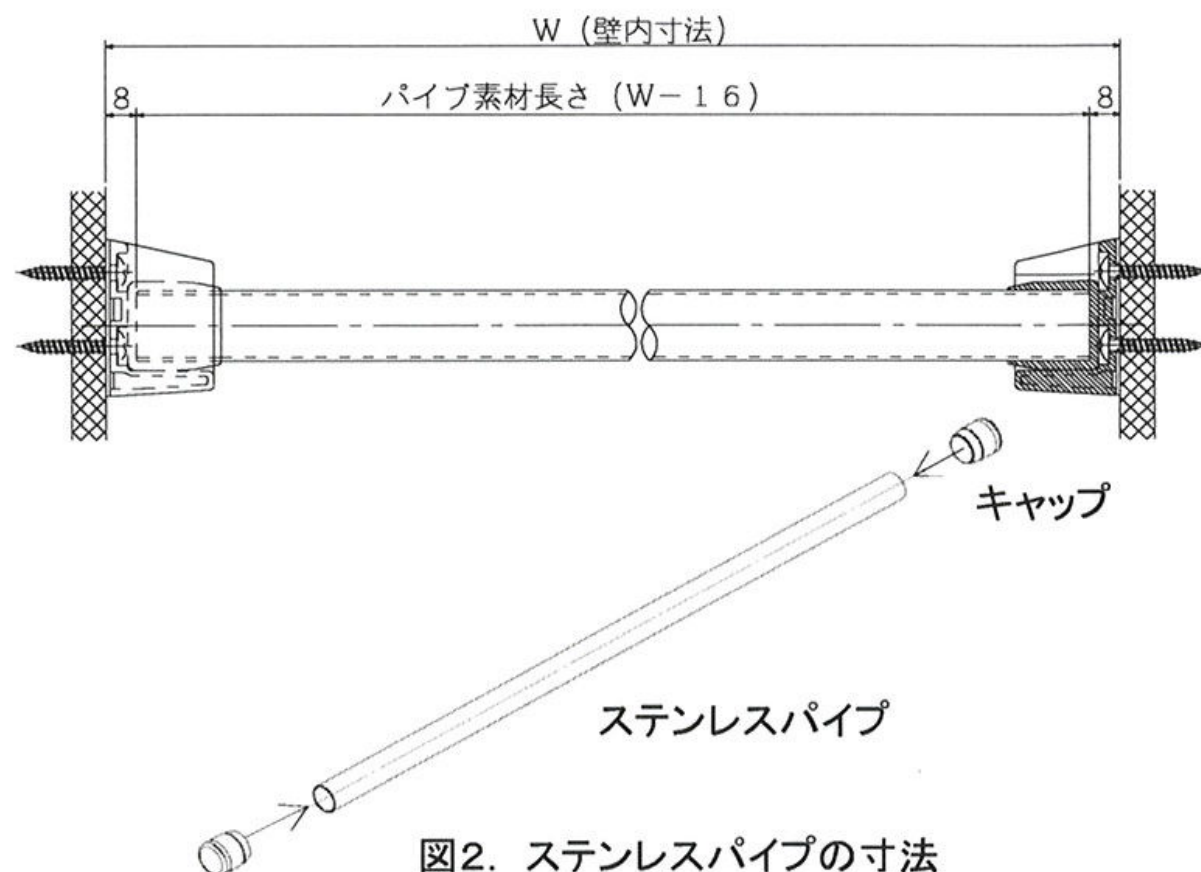

図2. ステンレスパイプの寸法
- ② 図2のようにステンレスパイプは、壁の内側寸法より16mm短く切り、両側にキャップをつけてください。
- ③ パイプの脱着を行い、パイプが外れたり、ブラケットがぐらつかないか確認してください。